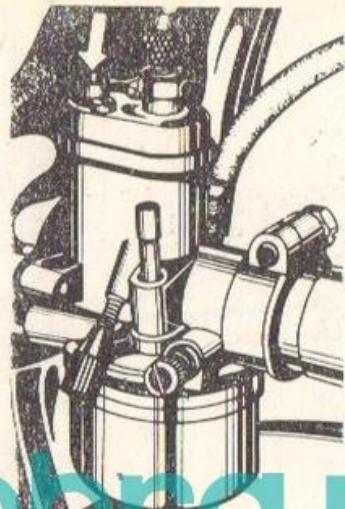

Fig. 4.
2. Închideți obturatorul de pornire (fig. 4), apăsîndu-l în sensul săgeții.